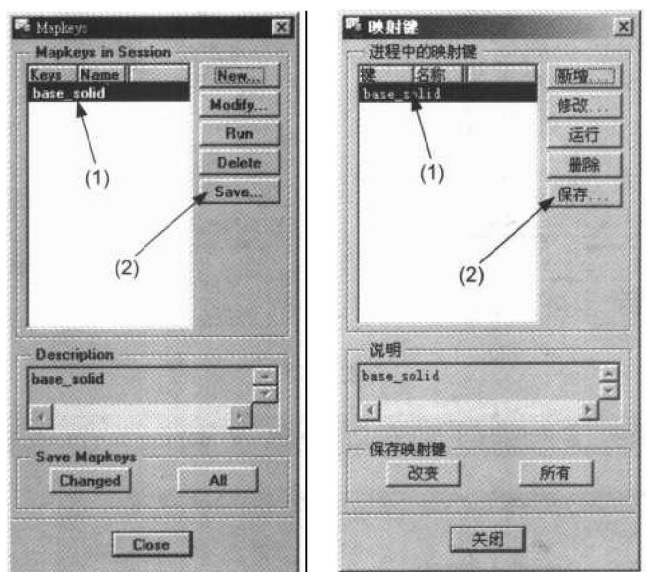

图1.12
- [在 Record Mapkey(记录映射键)对话框中单击 Stop(停止)按钮后再单击 OK (确定)按钮,以结束命令的记录,此时映射键 base\_solid 即被列入在映射键列表中,如图 1.12 (1)所示]
- [在 Mapkeys(映射键)对话框中单击 Save (保存)按钮(如图 1.12 (2)所示)后再单击 OK (确定)按钮,以确认映射键 base\_solid 保存在 config.pro 文件中]